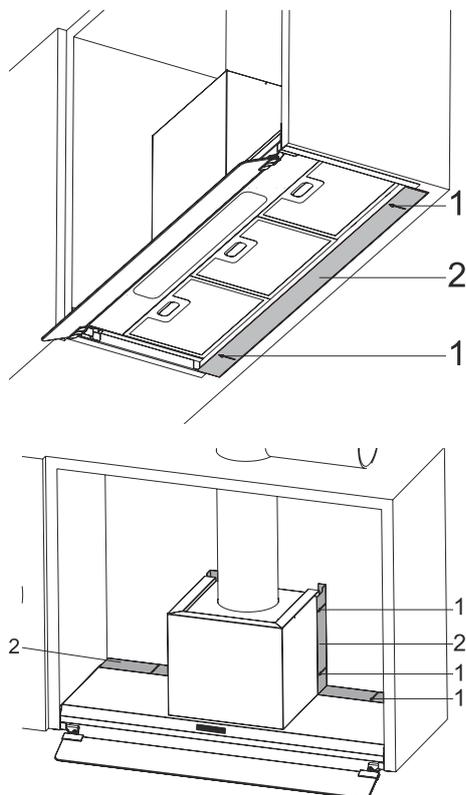

Fig. 13
4. ➔ Se houver folga entre o exaustor e a superfície posterior, preencher esta folga com a placa espaçadora montada no aparelho (Fig. 13).
Soltar os parafusos de ligação da placa espaçadora e prender a placa espaçadora empurrando-a contra a parede posterior. Repetir isto para as outras placas do espaçador na estrutura (Fig. 13).